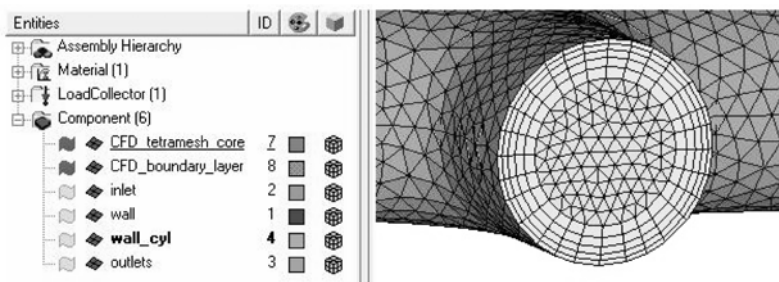

图 5-163 生成 CFD 网格
(2) 设置四面体网格生成算法为 Optimize mesh quality。
(3) 确认四面体增长率设置为 interpolate。
(4) 单击 mesh 按钮生成网格。完成后将有两个新集合被建立: CFD_boundary_layer 和 CFD_Tetramesh_core, 如图 5-163 所示。